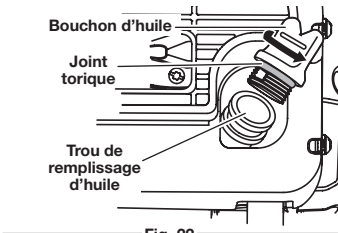

Fig. 22
- Retirez le bouchon du réservoir d'huile (Fig. 22).
REMARQUE : Assurez-vous que le joint torique est en place sur le bouchon d'huile lors de la vérification et de la vidange de l'huile (Fig. 22).